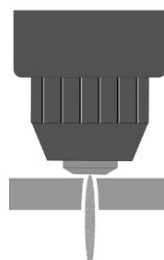

Fig. 11
4. Chalumeau trop bas. Inclinaison inverse. La buse peut venir en contact avec la pièce et provoquer un court-circuit ou subir des dommages (fig. 11).